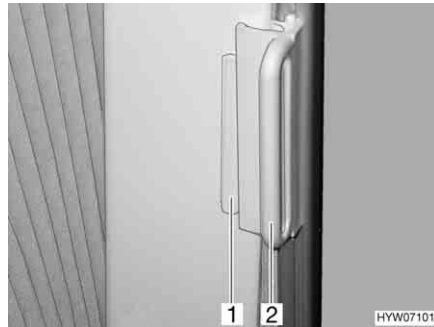

Fig. 111 Dispositif occultant plissé, fenêtres de la cabine de conduite
- Saisir les dispositifs occultants plissés par la poignée (Fig. 111,2) et tirer avec précaution jusqu'à ce que le blocage magnétique les maintienne fermés.
- Pousser la poignée (Fig. 111,2) sur la pièce de fixation (Fig. 111,1). Le dispositif occultant plissé est bloqué.